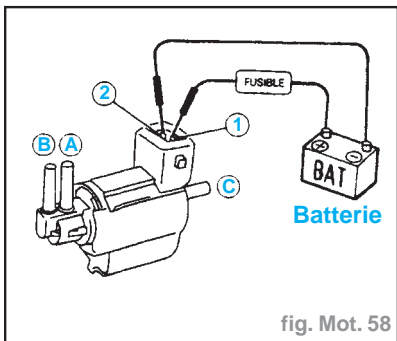

fig. Mot. 58
- Vérifier la continuité du passage d'air (fig. Mot. 58).